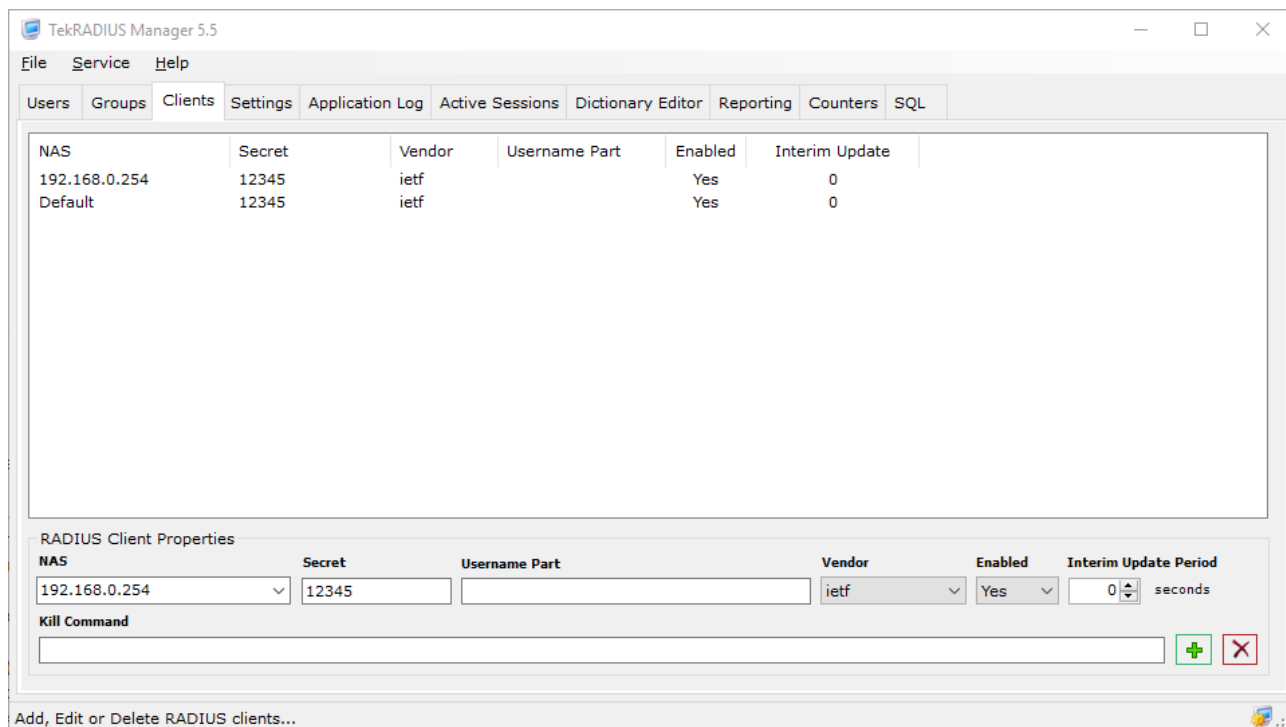

Рис. 8.14.1.1 - Окно добавления клиента tekRADIUS
- 2) Добавить новое устройство в tekRADIUS, для этого на вкладке «Clients» (Рис. 8.14.1.1Рис.) задать в поле NAS IP-адрес Контроллера, в поле Secret указать секретный ключ, поля Vendor, Enabled и Interim Update Period настроить согласно Рис. 8.14.1.1. После ввода всех данных нажать кнопку «добавить» (зелёный плюс);
- 3) Добавить учётные данные пользователя, для этого на вкладке «Users» ввести новое имя пользователя и нажать кнопку добавить (Рис. 8.14.1.2);